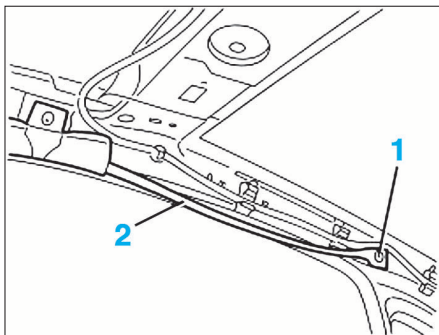

FIG. 18
- Percer le rivet (1) du tirant d'airbag (2) (Fig.18).